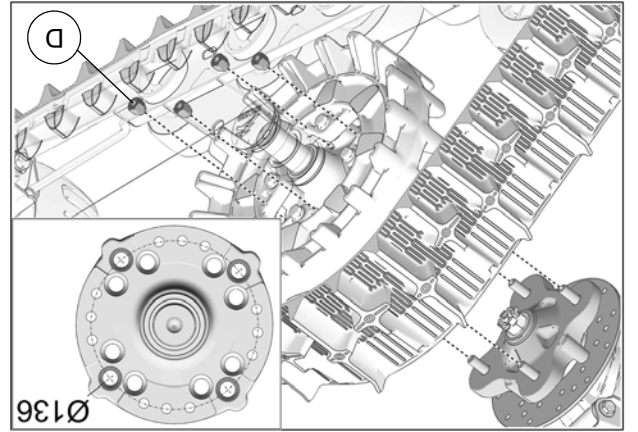

Fig. 21
8. Fixer le système de traction au moyen de roue avant. Utiliser le cercle de perçage de $\varnothing 136\text{mm}$ et les écrous de roue (D) fournis. Voir la Fig. 21